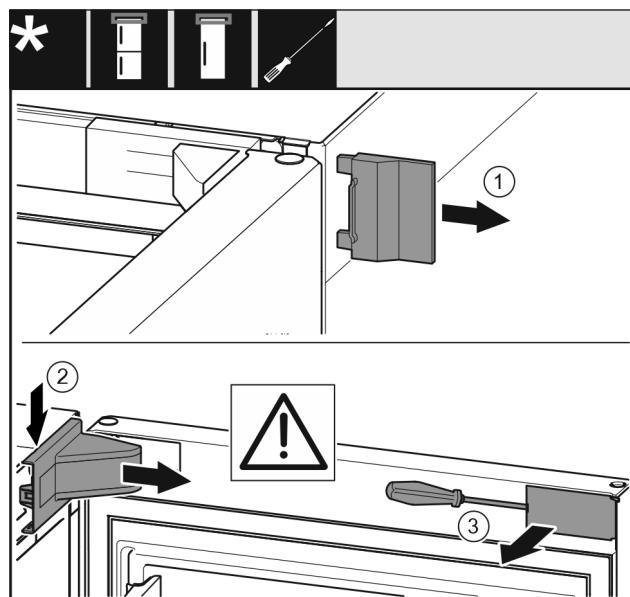

Fig. 6
- Снимите внешнюю крышку. Fig. 6 (1)
► Освободите и отсоедините крышку опорного кронштейна. Снимите крышку опорного кронштейна. Fig. 6 (2)
- При помощи шлицевой отвертки освободите накладку и отведите в сторону. Fig. 6 (3)